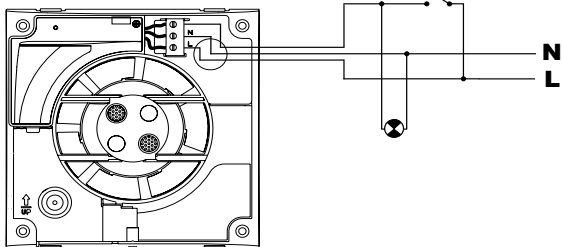

Fig.6
O esquema da fig.6 mostra como se pode ligar o exaustor com temporização, com o mesmo interruptor da luz.
**2º. caso:** Funcionamento automático com possibilidade de ligar o aparelho com um interruptor da luz (fig.6).